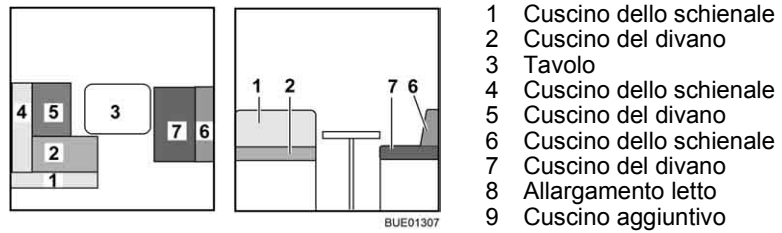

Fig. 143 Prima della trasformazione
- Trasformare il tavolo (Fig. 143,3) in struttura di supporto letto (vedi paragrafo 6.11).
- Rimuovere il cuscino dello schienale (Fig. 143,1) e riporlo.